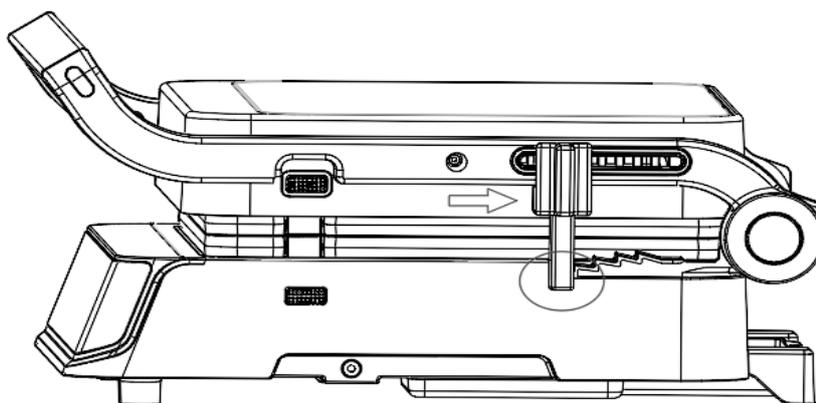

Рис. 2
1. Закрытое и заблокированное состояние. Закройте верхнюю крышку гриля и переместите распорку-замок назад, чтобы она сцепилась с плавающей ступенькой (см. круг на рис. 2). В это состоянии верхняя крышка и основание заблокированы. Этот режим используется для хранения или транспортировки прибора.